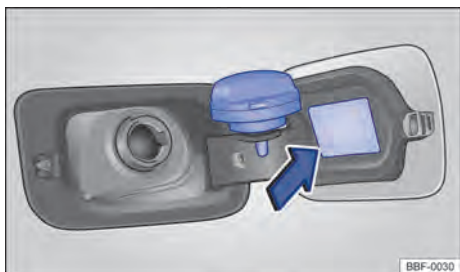

Fig. 150 Portezuela del depósito de combustible abierta con el tapón de cierre del depósito de combustible colgado.
- Retire la tapa del tanque girándola hacia la izquierda y encájela en el soporte en la portezuela del tanque → fig. 150.